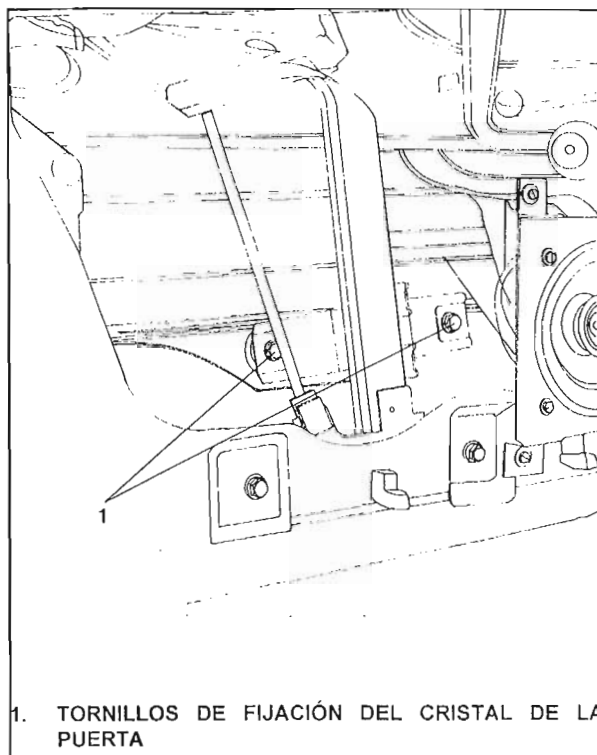

Fig. 13.
9. RETIRADA/ INSTALACIÓN DEL CRISTAL DE LA VENTANA (Fig. 13)